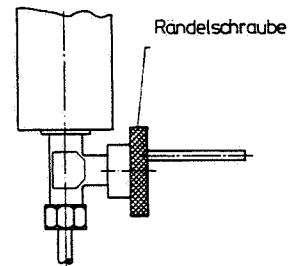

Bild 9:
- Trockenfilter durch Entlastungsventil am Filter unten vom Druck entlasten, Bild 9. Hierzu Rändelschraube des Entlastungsventils öffnen.